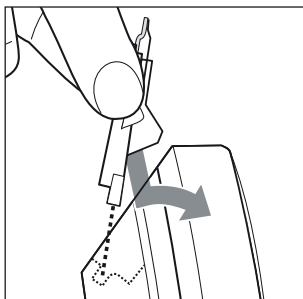

Fig. 10
- 2) Utilice el cepillo de limpieza ❶❺ (incluido en el volumen de suministro) para retirar los restos de pelo del cabezal de corte ❶.
- 3) Limpie el cabezal de corte ❶ bajo el agua corriente. No utilice ningún otro líquido para la limpieza.
- 4) Deje secar el cabezal de corte ❶.
- 6) Coloque el saliente del cabezal de corte **1** bajo el borde posterior de la carcasa. Presione el cabezal de corte **1** hacia abajo para introducirlo en el soporte del saliente y, tras esto, desplácelo hacia delante hasta que encastre audiblemente en el aparato (consulte la fig. 10).